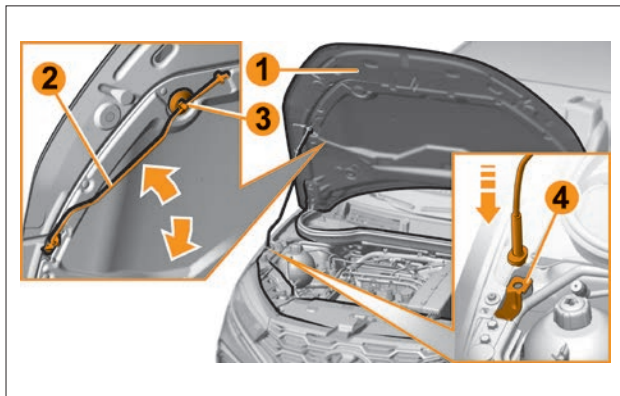

Рис. 6.2.3. Установка упора капота
3. Поднимите капот 1 (рис. 6.2.3) и установите упор 2 за пластмассовый наконечник из фиксатора 3 в специальное гнездо 4. Для удобства фиксации при этом не рекомендуется чрезмерно отводить капот (более 10 сантиметров) от верхнего конца выставленного упора 2.